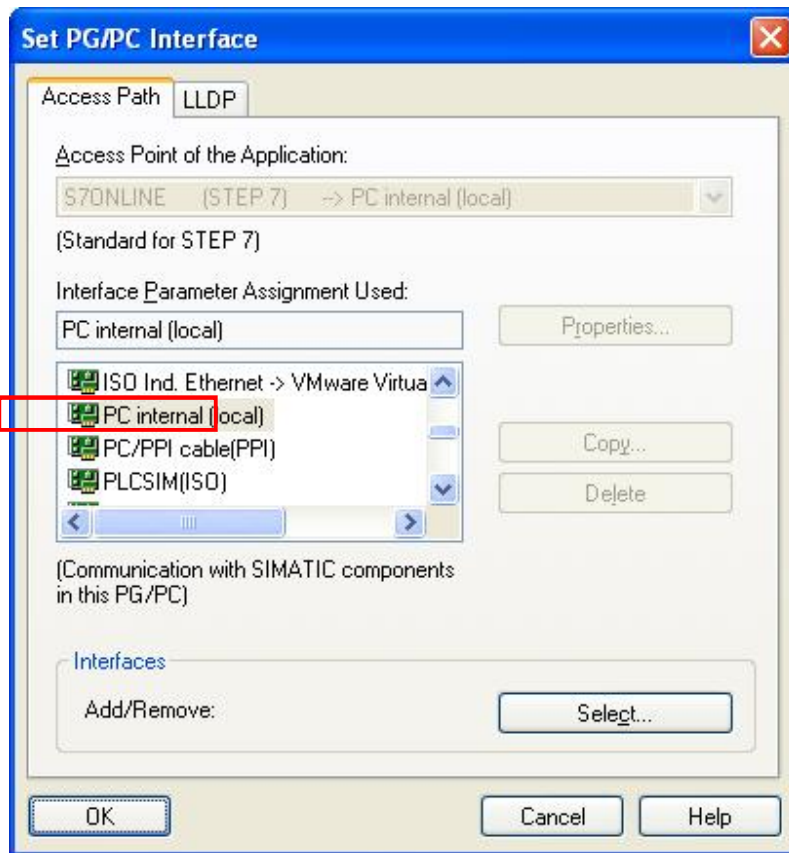

图 19 选择 PC internal(local)
7. 进入控制面板，打开“Set PG/PC Interface”窗口，选择“PC internal(local)”，点击“OK”确定，如图 19。